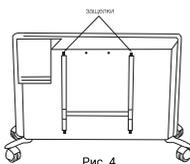

Рис. 4
- освободить настенный кронштейн от конвектора, необходимо следующим образом: нажмите на защелки и потяните кронштейн на себя нажав вниз на две защелки (рис. 4). Во время монтажа желательно использовать защитные перчатки;
Произвести чистку пространства позади установленного на стене обогревателя довольно несложно. Нажмите вниз две защелки (рис. 4) на задней стенке обогревателя и потяните сам обогреватель вперед. После того, как он будет снят, можно будет вымыть стенку, на которой он был установлен. После завершения уборки установите обогреватель в его нормальное рабочее положение.